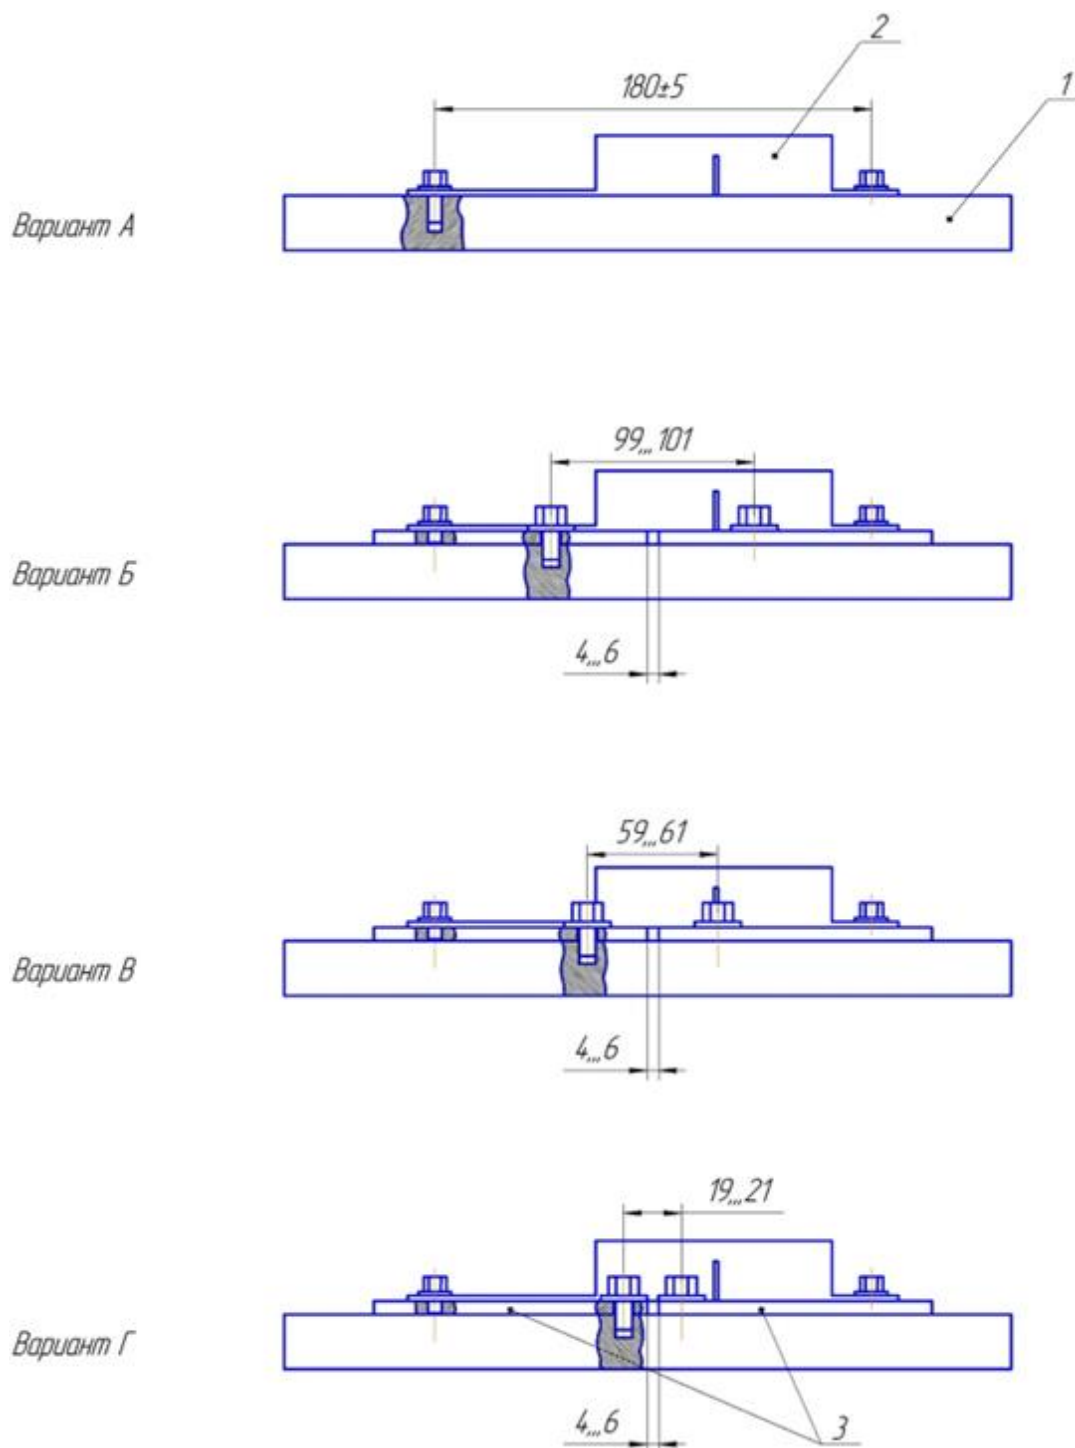

Рис. 5.3 Варианты крепления цифровых датчиков
- *Вариант крепления – выбрать вариант крепления цифрового датчика ZET 7x10 DS («А (300мкм/м)», «Б (600мкм/м)», «В (1100мкм/м)», «Г (1600мкм/м)»). Варианты крепления цифрового датчика ZET 7x10 DS представлены на Рис. 5.3.*
Диапазоны измерения относительной деформации зависят от вариантов крепления цифрового датчика ZET 7x10 DS (Рис. 5.3):